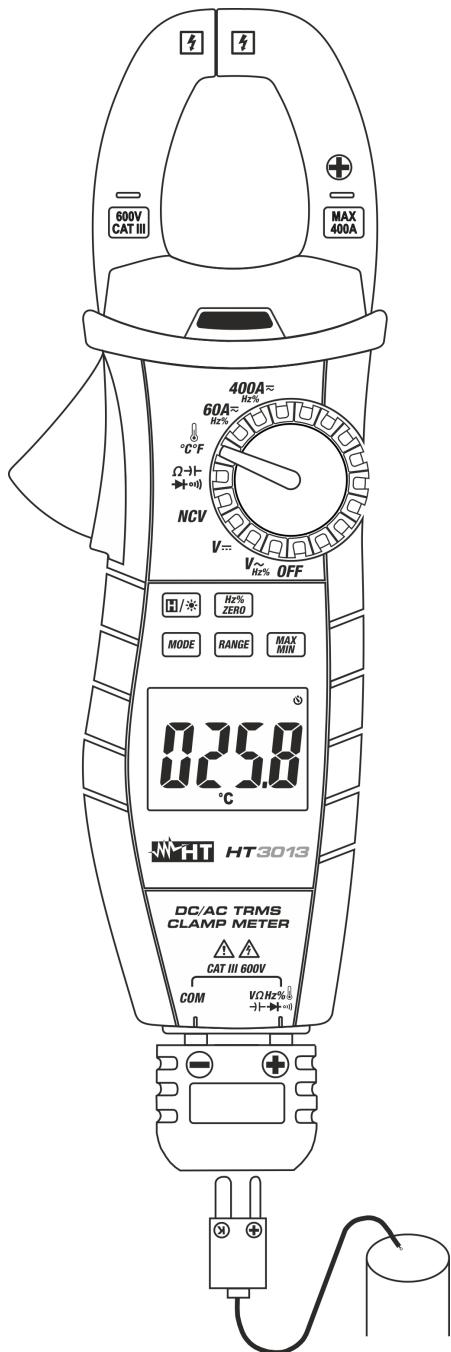

Fig. 10 : Utilisation de l'instrument pour mesure de température
3. Insérer la sonde à fil de type K de dotation dans les bornes d'entrée  $\text{V}\Omega\text{Hz}\%\rightarrow|\rightarrow\cdot\cdot\cdot|$  et **COM** par l'adaptateur correspondant, en respectant la polarité montrée en Fig. 10. La valeur de température apparaît à l'écran.